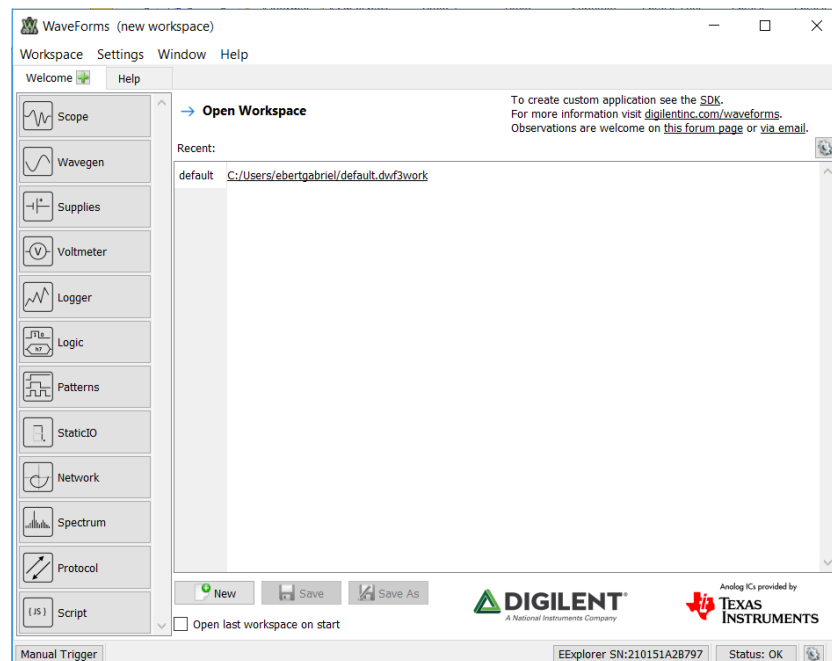

Figura 15. Pantalla de inicio del software WaveForms.
E. En cuanto al software WaveForms, antes de iniciarlo conecte la EE Board al ordenador, conecte su transformador y encienda el *switch* (ON); después ejecute el programa y le aparecerá la imagen de la figura 15. Acepte la configuración por defecto de la EE Board.